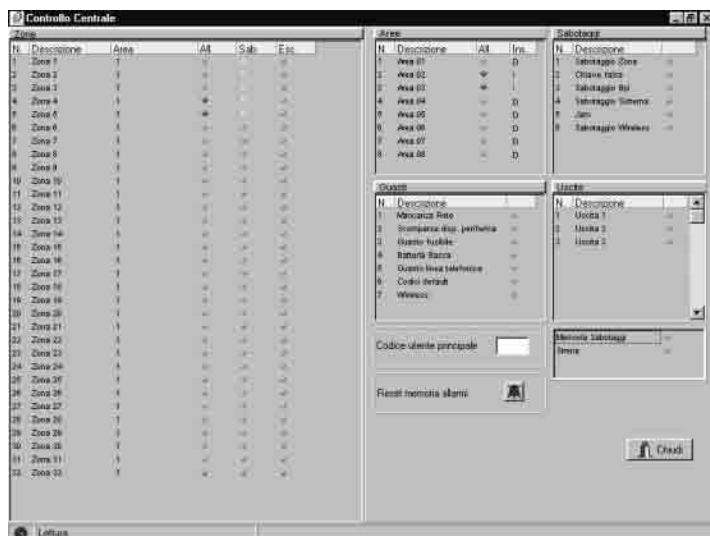

Fig. 3.3 - Pagina Controllo
- Controllo ⇒ Centrale** - Selezionando questa voce verrà aperta una finestra molto simile a quella riportata in Fig. 3.3: le differenze dipendono dal tipo di Centrale cui si è collegati.